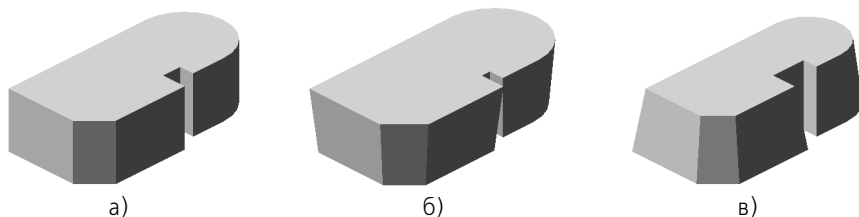

Рис. 80.3. Выдавливание в одном направлении:
- ▼ При выдавливании в прямом или обратном направлении (рис. 80.3) задайте направление уклона, активизировав переключатель **Внутри** или **Наружу** в группе **Уклон 1 (Уклон 2)**. Введите значение угла уклона в поле **Угол 1 (Угол 2)**.